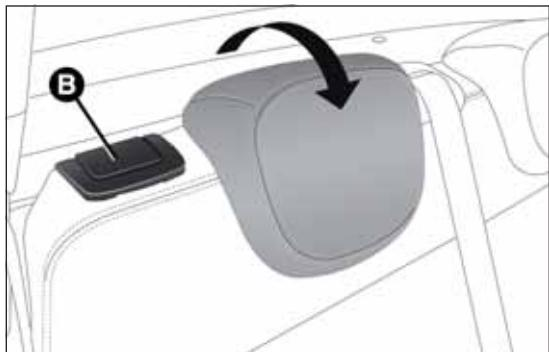
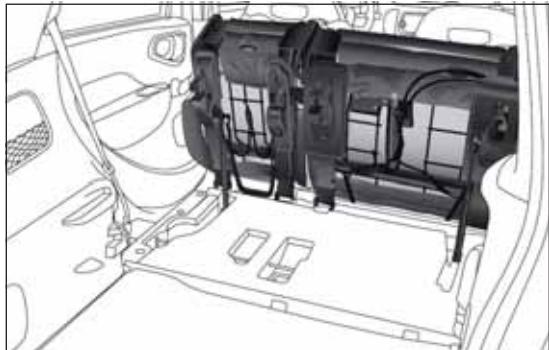

fig. 3
fig. 4
- sollevare la leva di sgancio B fig. 3 per ribaltare completamente il sedile della seconda fila: lo schienale ed il cuscino verranno ribaltati automaticamente in avanti (vedere fig. 4). Se necessario accompagnare lo schienale nella prima parte del ribaltamento.